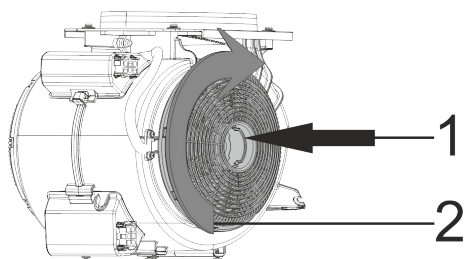

Fig. 7: FILTRO DE CARBÓN
- 1-Coloque el filtro de carbón en su alojamiento (Fig. 7).
- 2-Girando el filtro de carbón en el sentido de las agujas del reloj, asegúrese de que encaje completamente (Fig. 7).